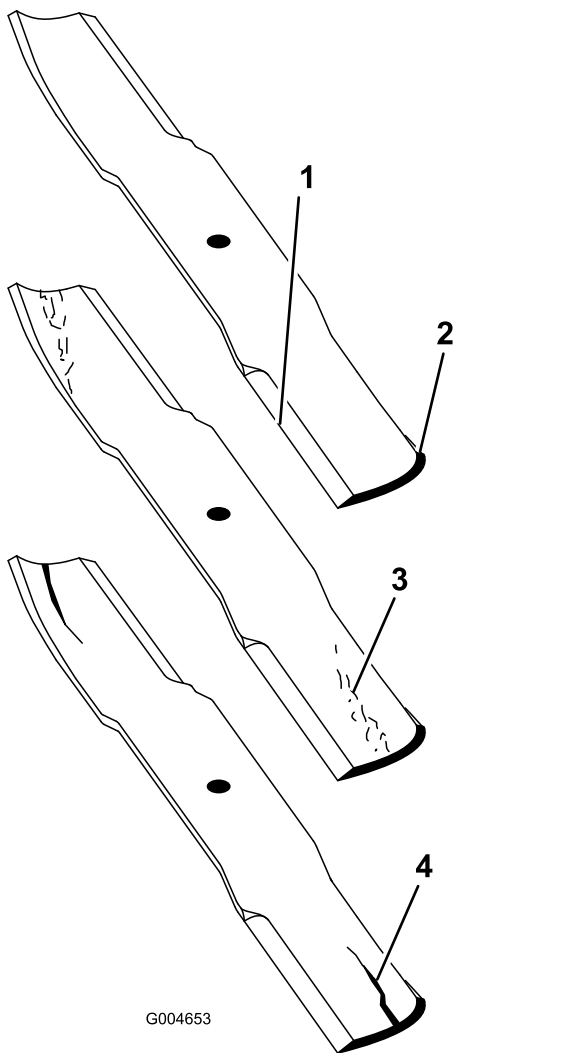

Figura 25
3. Verificate accuratamente i taglienti, con particolare attenzione ai punti d'incontro delle sezioni piatta e curva della lama (Figura 25).
Nota: Sabbia e materiali abrasivi possono consumare il metallo che connette le sezioni piatta e curva della lama, per cui si consiglia di controllare la lama prima di usare il tosaerba. Se notate dell'usura (Figura 25), sostituite la lama.